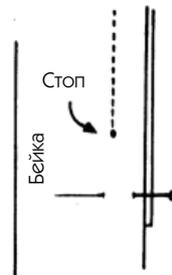

Рис. 93 В
3. Заутюжьте бейку к внешней стороне, затем загните ее к изнанке, огибая ею срез детали (рис. 93 А).